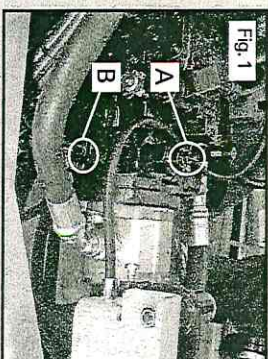

Fig. 1
Una de las válvulas está debajo de la placa de fijación (Fig. 1 (A)); la otra está enfrente de esta, debajo de la bomba (Fig. 1 (B)).